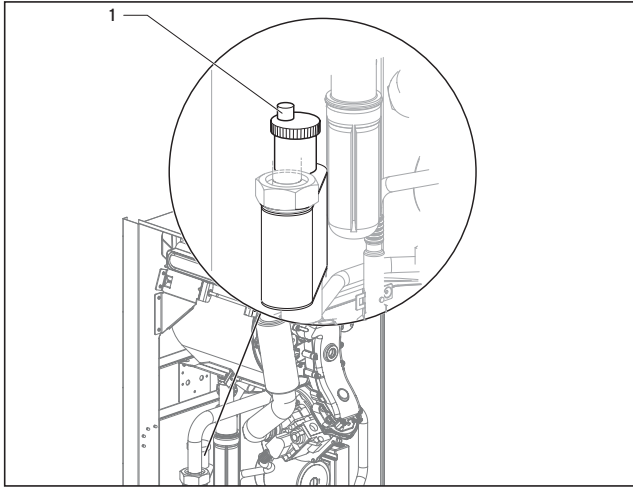

Рис. 5.1 Удаление воздуха из аппарата
- Откройте крышку расположенного внутри аппарата удалителя воздуха (1) (рис. 5.1).
- Постепенно откройте оба вентиля и добавляйте воду до тех пор, пока не будет достигнуто требуемое давление в системе на манометре (2) (не менее 1 бар).